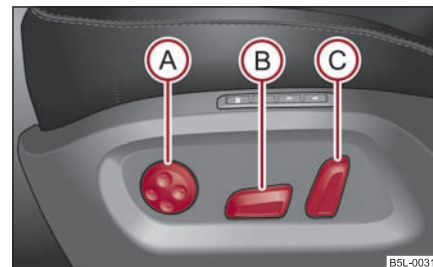
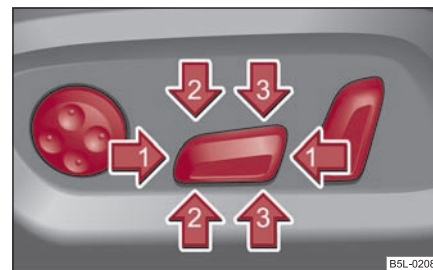

Fig. 76 Imagine din lateral: Elementele de comandă pentru reglarea scaunului
Fig. 77 Imagine din lateral: Comutatorul pentru reglarea scaunului
- Apăsați comutatorul ⑥ ⇒ fig. 76 în față, respectiv în spate ① ⇒ fig. 77.
- Apăsați comutatorul ⑥ ⇒ fig. 76 în sus, respectiv în jos.
- Apăsați comutatorul (B) în față (2) ⇒ pagina 75, fig. 77, respectiv în spate (3) ⇒ pagina 75, fig. 77.
- Apăsați comutatorul (C) ⇒ pagina 75, fig. 76 în sensul în care doriți să faceți reglajul.
- Pentru a mări arcuirea suportului lombar, apăsați comutatorul (A) în față ⇒ pagina 75, fig. 76.
- Pentru a micșora arcuirea suportului lombar, apăsați comutatorul (A) în spate.
- Pentru a regla arcuirea suportului lombar în sus, apăsați comutatorul (A) în sus.
- Pentru a regla arcuirea suportului lombar în jos, apăsați comutatorul (A) în jos.